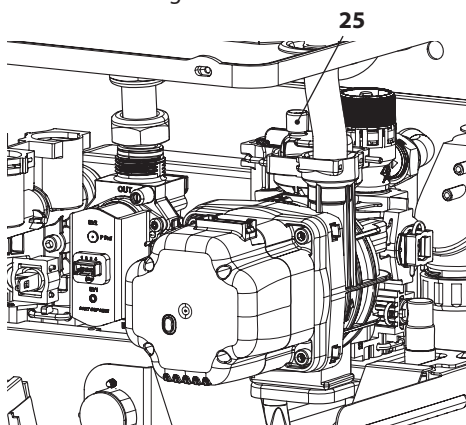

Figura 6.3
- Allentare il tappo della valvola di sfiato automatica 25 in Figura 6.3.